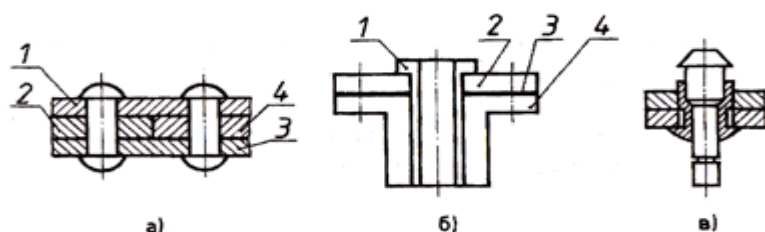

Рис. 1
7. Объясните, используя рис. 1, а, как выполнена штриховка смежных деталей.
8. Перечертите в рабочую тетрадь рис. 1, б, выделите штриховкой детали, попавшие в секущую плоскость.
10. Проставьте номера позиций на изображении изделия, приведенного на рис. 1, в.